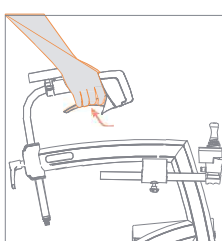

Figura 27: Frenar.
- Apriete las manetas de los frenos para frenar (**Figura 27**).